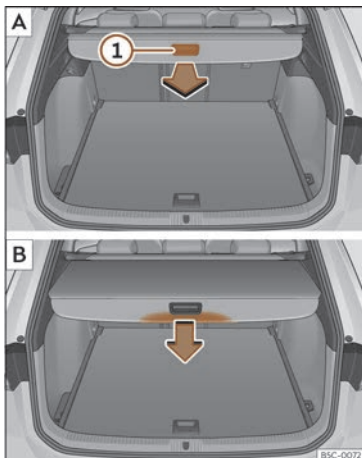

Fig. 121 Al maleter: desenrotllar i enrotllar la safata.
- Estireu uniformement de la safata pel agafador»» fig. 121 ① [A] cap enrere i traieu-la fins al límit fins que encaixi de forma audible.
- Premeu sobre l'agafador de la safata en el sentit de la fletxa fins que quedi desbloquejada»» fig. 121 [B].